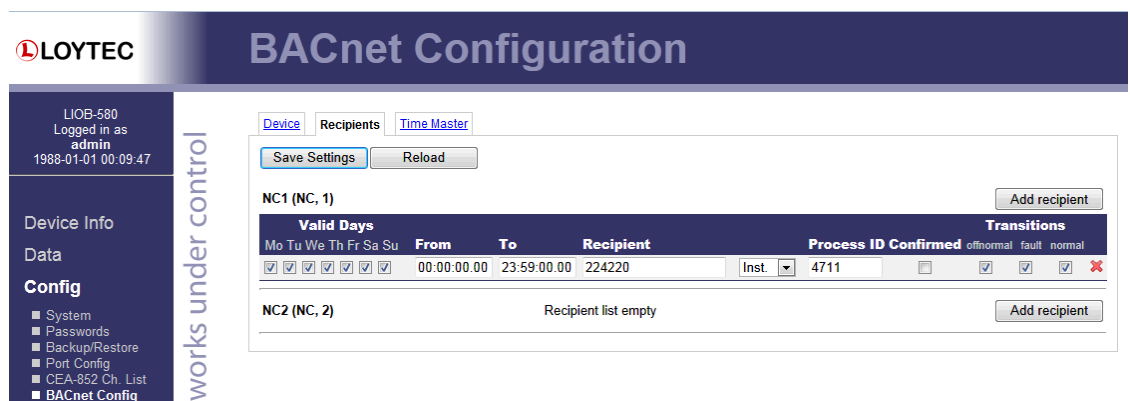

Abbildung 41: Konfiguration der BACnet Recipient List
BACnet Notification Class (NC) Objekte besitzen eine Recipient List. Andere BACnet-Geräte, die als Empfänger für Alarm-Benachrichtigungen agieren sollen, müssen in die Recipient List der entsprechenden Notification Class hinzugefügt werden. Der Reiter **Recipients** auf der **BACnet Config** Seite kann dazu verwendet werden, um die aktuell eingeschriebenen Empfänger einzusehen, wie in Abbildung 41 gezeigt wird. Die Einträge können auch modifiziert und aus der Liste gelöscht werden. Es ist auch möglich, neue Empfänger in die Liste mittels dem **Add Recipient** Knopf hinzuzufügen. So ist es möglich, Geräte von Drittherstellern als Alarm-Empfänger auch ohne OWS einzubinden.